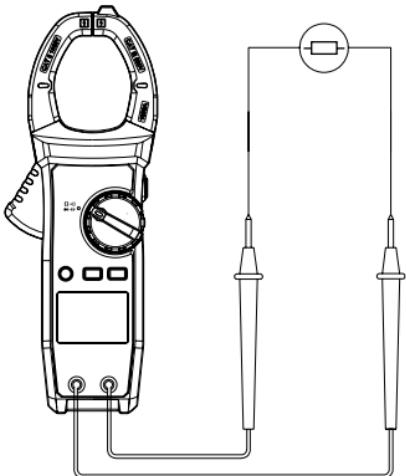

Рис.7 Проверка целостности
2) Установите переключатель на и подсоедините щупы тестовых проводов к проверяемому элементу цепи (см. рис. 7). При значении сопротивления элемента цепи <30 Ом, цепь считается целостной, будет звучать непрерывный звуковой сигнал. Если сопротивление между контактами превышает 50 Ом, то звуковой сигнал отсутствует.